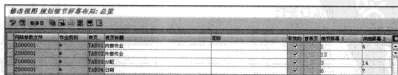

图 9-40 “修改视图规划细节屏幕布局: 总览”界面
STEP 1 在命令栏输入 SPRO 命令, 通过菜单选择“项目系统→结构→网络→用户接口设置→作业细节屏幕的布局→定义作业细节屏幕的布局”选项, 弹出“修改视图规划细节屏幕布局: 总览”界面, 如图 9-40 所示。同 WBS 屏幕布局维护一样, 此界面主要用于网络层次的屏幕布局设置。